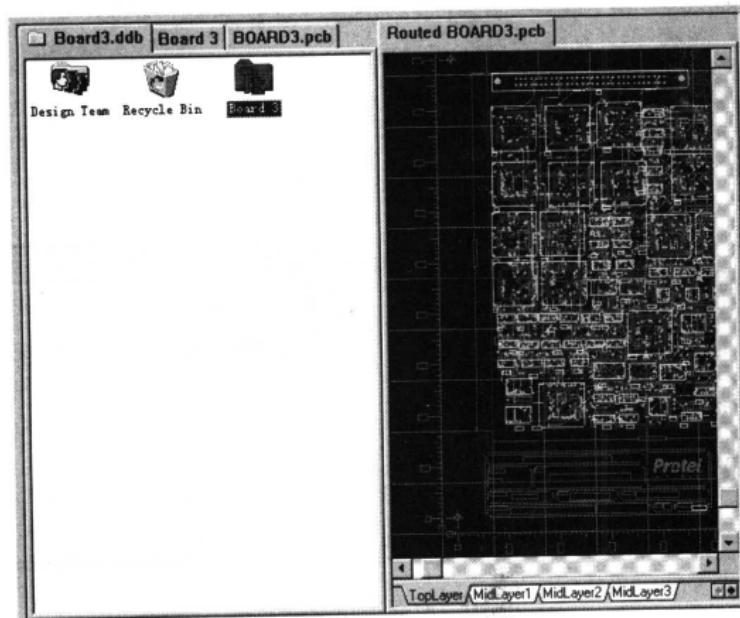

图 9-18 窗口的垂直分割显示
- Split Vertical：将该文件与其他文件垂直分割显示，如图 9-18 所示。对所有文件都执行该命令，则所有文件窗口都会进行垂直分割显示。